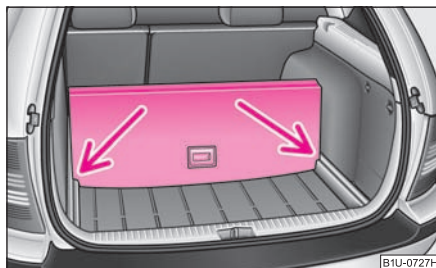

Fig. 80 Compartimentarea portbagajului
- Ridicați partea podelei cu mânerul și asigurați-o prin introducerea în fixaje ⇒ fig. 80. ■